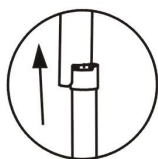
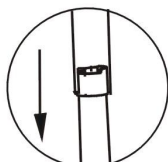

Figure a-1
Figure a-2
- 3) Uitklappen: til het loopdek iets omhoog zodat de verbindingsstang boven de cilinderbuis uitsteekt (zie afbeelding a-1). Houd de verbindingsstang met uw voet in de juiste positie en druk het loopdek met de nodige kracht naar beneden (zie afbeelding a-2). Verwijder uw voet en blijf het loopdek naar beneden drukken. Door het gewicht van het loopdek schuift de verbindingstang in de cilinderbuis waardoor het loopdek weer horizontaal staat.